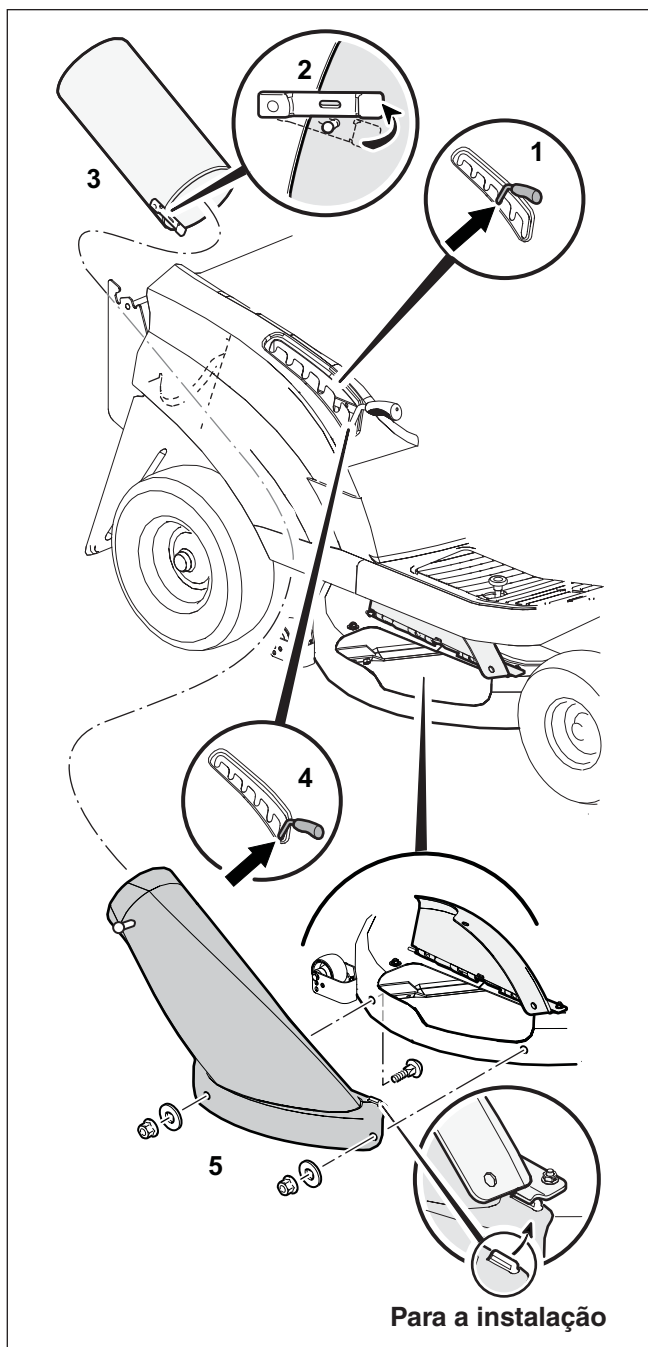

Figura 10
1. Siga os passos ilustrados na **Figura 10** para remover a calha de descarga traseira e a extensão da calha.